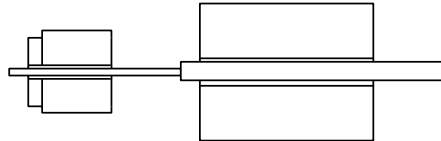

Figura 7-3 Comparación de los dos métodos de montaje y sujeción de fibra óptica
- 2) **El extremo del recubrimiento de fibra debe presionarse contra el borde del pedestal, como se muestra en la Figura 7-3.**